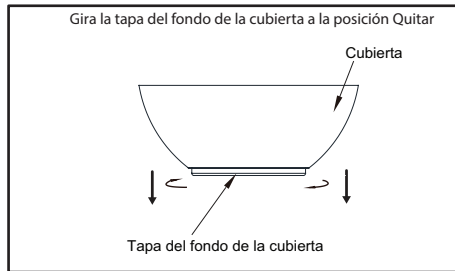

Figura 5
1. Retira de la cubierta su tapa inferior girando esta última hacia la izquierda hasta liberarla. (Figura 5)